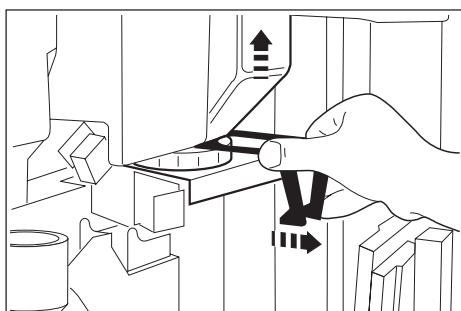

Fig. 31
- Le réservoir du café doit être nettoyé périodiquement de l'huile déposée par le café en grains. Tirer vers l'extérieur la cloison mobile (24) pour empêcher la sortie de café (Fig. 31). Retirer le réservoir de son logement, le laver avec de l'eau tiède et le remettre en place après l'avoir essuyé soigneusement.